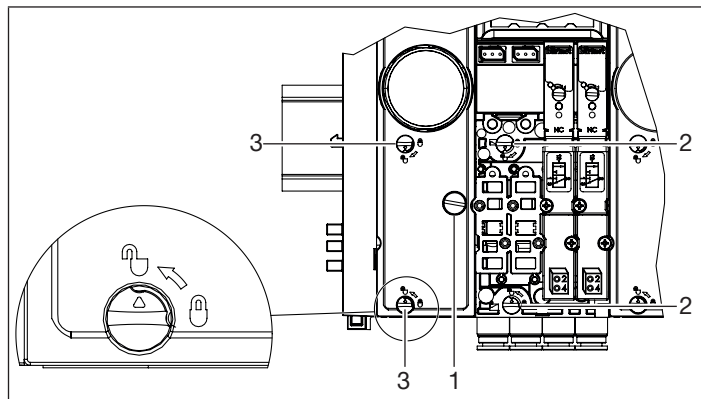

Abb. 15: Entriegelungselemente und Befestigungsschraube
- Befestigungsschraube Anschlussmodul (Pos.1, „Abb. 15“) mit einem Schlitzschraubendreher gegen den Uhrzeigersinn vorsichtig bis zum Anschlag drehen.
- Unteres Entriegelungselement (Pos.2, „Abb. 15“) der rechts angrenzenden Ventilbaugruppe mit einem Schlitzschraubendreher in geöffnete Stellung bringen (die geöffnete Stellung ist anhand eines Piktogramms auf der Vorderseite der Baugruppe gekennzeichnet).
- Oberes Entriegelungselement (Pos.2, „Abb. 15“) der rechts angrenzenden Ventilbaugruppe mit einem Schlitzschraubendreher in geöffnete Stellung bringen (die geöffnete Stellung ist anhand eines Piktogramms auf der Vorderseite der Baugruppe gekennzeichnet).
- Unteres Entriegelungselement des Anschlussmoduls (Pos.3, „Abb. 15“) und der rechts angrenzenden Ventilbaugruppe (Pos.2, „Abb. 15“) mit einem Schlitzschraubendreher in geöffnete Stellung bringen (die geöffnete Stellung ist anhand eines Piktogramms auf der Vorderseite der Baugruppe gekennzeichnet).
- Oberes Entriegelungselement des Anschlussmoduls (Pos.3, „Abb. 15“) der rechts angrenzenden Ventilbaugruppe (Pos.2, „Abb. 15“) mit einem Schlitzschraubendreher in geöffnete Stellung bringen (die geöffnete Stellung ist anhand eines Piktogramms auf der Vorderseite der Baugruppe gekennzeichnet).
- Unteres Entriegelungselement (Pos.2, „Abb. 15“) der links angrenzenden Ventilbaugruppe mit einem Schlitzschraubendreher in geöffnete Stellung bringen (die geöffnete Stellung ist anhand eines Piktogramms auf der Vorderseite der Baugruppe gekennzeichnet).
- Oberes Entriegelungselement (Pos.2, „Abb. 15“) der links angrenzenden Ventilbaugruppe mit einem Schlitzschraubendreher in geöffnete Stellung bringen (die geöffnete Stellung ist anhand eines Piktogramms auf der Vorderseite der Baugruppe gekennzeichnet).
- Unteres Entriegelungselemente (Pos.2, „Abb. 15“) der zu demon-
- Oberes Entriegelungselemente (Pos.2, „Abb. 15“) der zu demon-